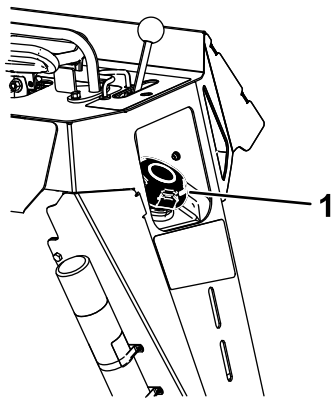

Figura 15
3. Limpie alrededor del tapón del depósito de combustible y retírelo (Figura 15).